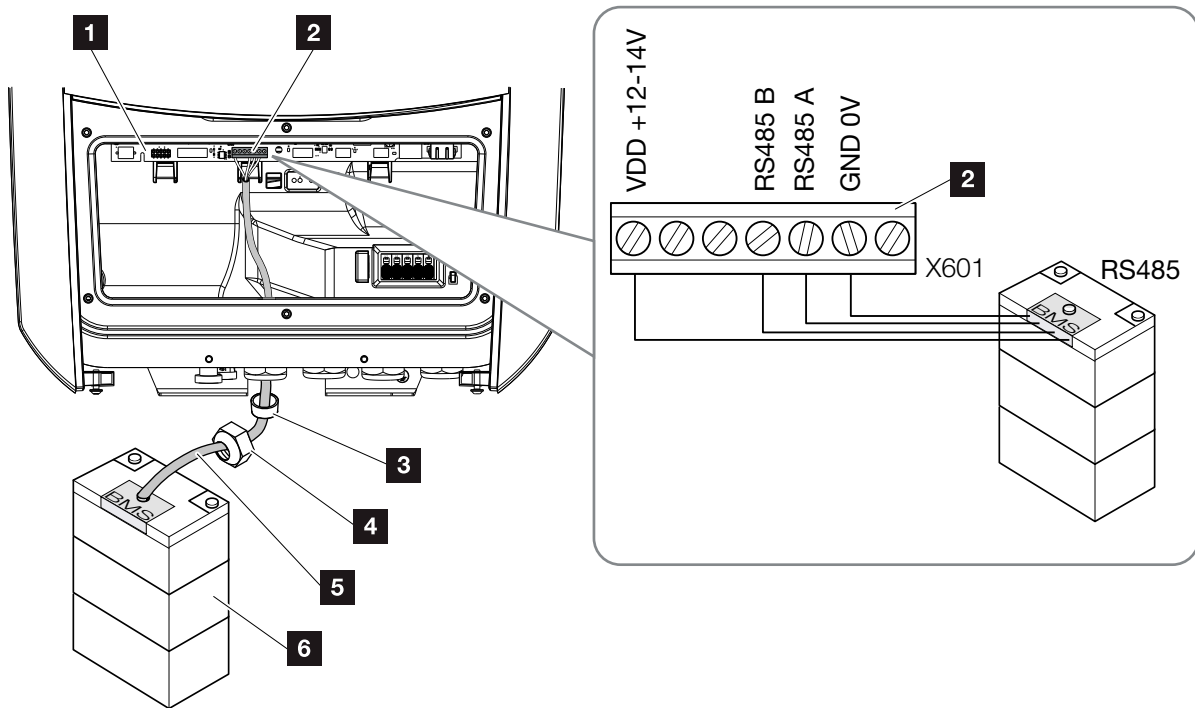

Abb. 30: Anschluss Batterie Kommunikation RS485
3. Das Kommunikationskabel (RS485) an die Kommunikationsschnittstelle des Smart Communication Boards anschließen.  **Abb. 30 Pos. 2**